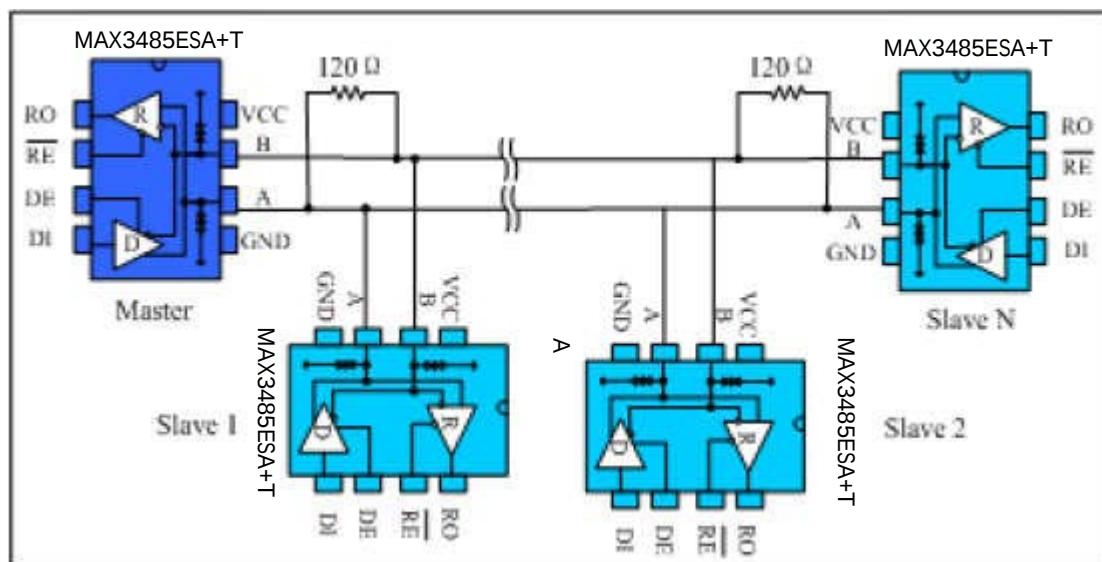

图 9 总线式 RS485 半双工通讯网络
4.1 总线式组网：MAX3485ESARS485 收发器设计用于多点总线传输线上的双向数据通信。图 9 显示了典型网络应用电路。这些器件也能用作电缆长于 4000 英尺的线性转发器，为减小反射，应当在传输线两端以其特性阻抗进行终端匹配，主干线以外的分支连线长度应尽可能短。